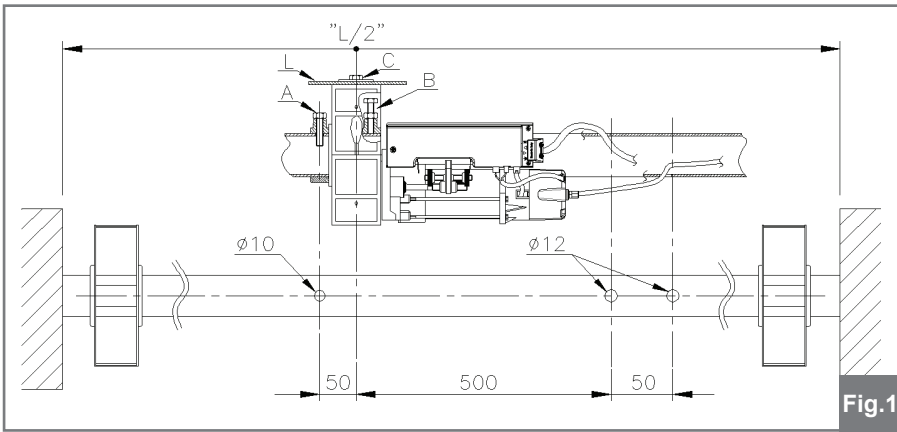
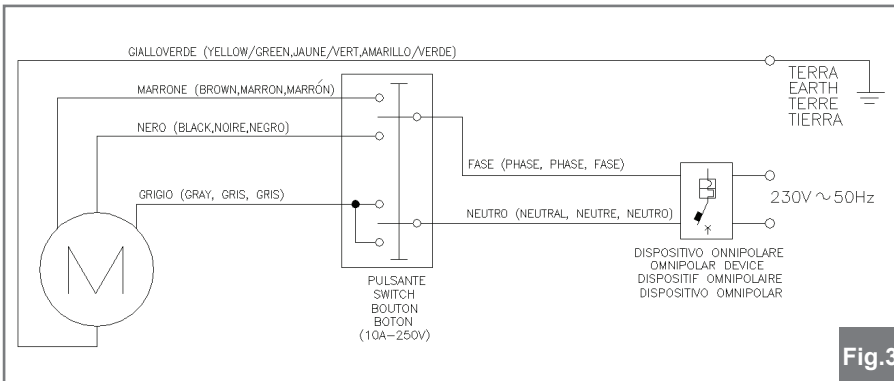
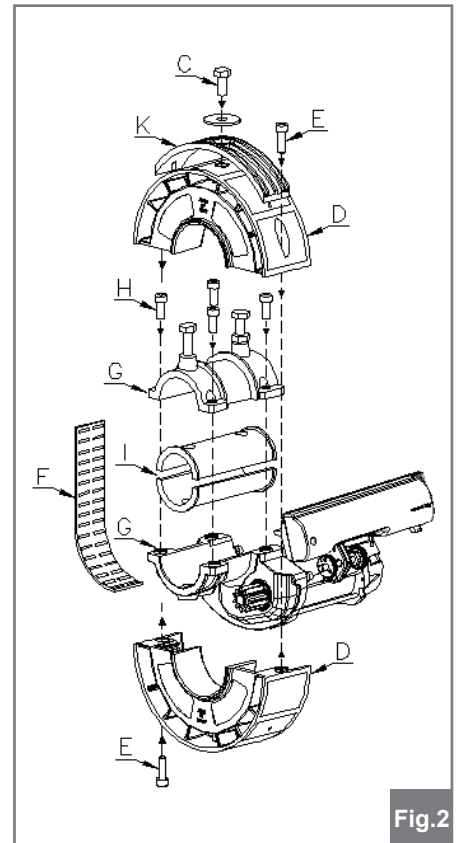

Fig.1
Fig.3
Fig.2
- 2) Efectuar sobre el eje o tubo del cierre metálico los tres taladros como muestra la fig.1.
- 3) Extraer el tornillo M10 (C) de la corona del motorreductor.
- 4) Desmontar la corona (D) desatornillando los dos tornillos M8 (E) como muestra la fig.2.
- 5) Extraer con delicadeza la faja de plástico con rodamiento (F) evitando fuertes pliegues que causen la caída de los rodamientos (Fig.2).
- 6) Separar los dos elementos del motorreductor destornillando los cuatro tornillos M8 (H).
- 7) En el caso de que la barra del cierre sea inferior a 60mm utilizar los mandos de reducción existentes Ø33 / Ø42 / Ø48 (I) a tal efecto, posicionandolos con referencia al agujero de diametro 10mm efectuado previamente (Fig.1).
- 8) Ensamblar sobre el eje del cierre metálico el cuerpo inferior con el superior a través de los cuatro tornillos M8 (H) que se quitaron previamente.
- 9) Atornillar el tornillo M10 (A) sin la tuerca
- 10) Atornillar el tornillo M10 con tuerca (B), de tal modo que se bloquee el motorreductor en la barra y apretar la mencionada tuerca.
- 11) Colocar en el lugar correspondiente la faja de plástico con rodamiento (F)
- 12) Colocar las semicoronas (D) apretándolas con los dos tornillos M8. En el caso de tambor portamuelle diametro 220 mm es necesario montar el espesor de plástico (K) sobre la corona del motor.
- 13) Efectuar un taladro de 12mm en el último elemento del cierre metálico (L) en correspondencia del taladro fileteado M10 ya existente sobre la corona del motor.
- 14) Llevar el último elemento del cierre metálico sobre el motor y fijarse en él a través del tornillo M10 (C) con arandella (Fig. 1).
- 15) Llevar a cabo las conexiones eléctricas como muestra la fig.3 pasando el cable 4x0.75 mm² situado en el interior de la barra del cierre evitando cualquier contacto con las partes giratorias. En presencia de motor con electrofreno, introducir la funda del freno dentro del segundo taladro Ø12 (Dejar el cable sin curvas pronunciadas).
- 20) En el caso de una instalación contraria respecto a la fig.1, actuar en modo contrario a todo lo aquí descrito ya que el microinterruptor 2 parara la bajada mientras el microinterruptor 1 parara la subida.
- 2) Efetue no veio da grade de enrolar os três orifícios mostrados na fig. 1.
- 3) Remova o parafuso M10 (C) da coroa do motorreductor (ver fig. 2).
- 5) Remova cuidadosamente a correia de rolos (F) evitando dobragens que poderiam ocasionar a saída dos rolos, não dobre no sentido contrário (ver fig. 2).
- 6) Separe os dois elementos do motorreductor (G) desaparafusando os quatro parafusos M8 (H).
- 13) Faça um orifício de 12 mm no último elemento da grade de enrolar (L) em correspondência com o furo roscado M10 já existente na coroa do motorreductor.
- 14) Coloque o último elemento da grade de enrolar no motorreductor e fixe-o com o parafuso M10 (C) com anilha (ver fig. 1).
- 15) Execute as ligações elétricas mostradas na fig.3 passando o cabo de alimentação 4x0,75 mm² fornecido, por dentro do veio da grade de enrolar evitando qualquer contacto com as partes móveis (fig. 1). Em caso de motorreductor com travão elétrico, insira a bainha do travão dentro do outro orifício de Ø12 (evite de qualquer maneira criar dobras no cabo e fazê-lo executar curvas muito acentuadas no seu percurso até ao chão após o tubo).
- 20) No caso de instalação contrária em relação à fig. 1 agir de forma inversa ao que é descrito, visto que o microinterruptor 2 irá parar a descida enquanto o microinterruptor 1 irá parar a subida.